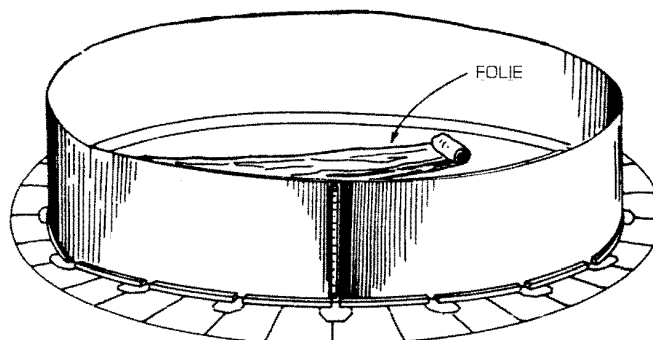

Abb. 13
1. Auspacken der Folie (Abb. 13)